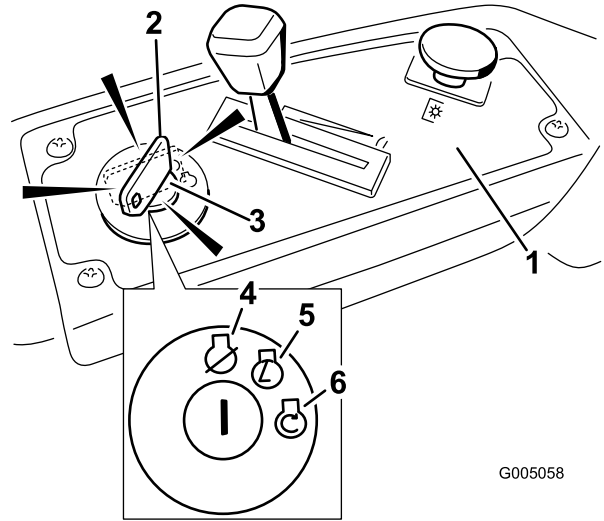

Bild 13
4. Drehen Sie den Zündschlüssel auf Start, um den Anlasser zu aktivieren. Lassen Sie den Schlüssel los, wenn der Motor anspringt (Bild 13).
2. Stellen Sie den Gasbedienungshebel zwischen Halb- und Vollgas (Bild 13).